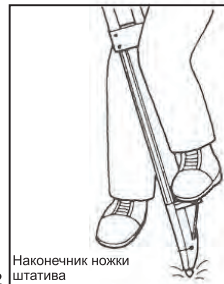

Рис.2
4) Убедитесь, что головка штатива расположена приблизительно горизонтально. Зафиксируйте наконечники ножек штатива, утопив их в грунт. (Рис.2)